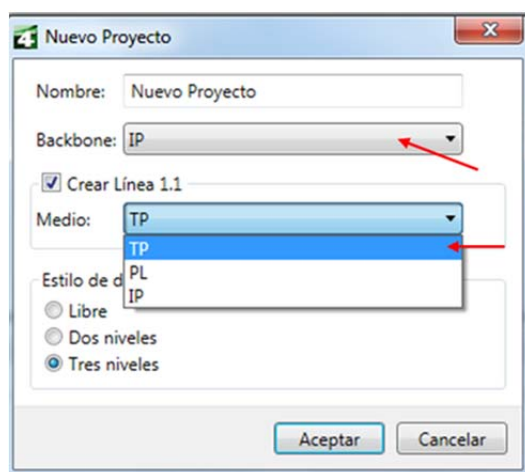

Figura 2. Selección del tipo de bus y de los niveles de las direcciones lógicas.
Ahora se debe cambiar a la pestaña de *Proyectos*, donde tras presionar en la opción *Nuevo*, aparecerá una ventana para introducir el nombre del proyecto, el tipo de bus y los niveles de direcciones lógicas. Aunque la instalación se programe por un interfaz IP, los módulos domóticos se comunican entre sí mediante el bus de par trenzado (TP); por otro lado, trabajaremos con direcciones lógicas de 3 niveles (ver Figura 2).